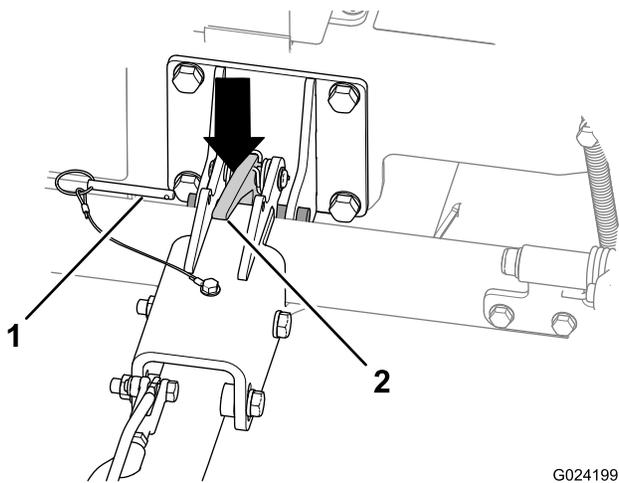

Figura 19
- A. Togliete il perno di bloccaggio (Figura 19).
- C. Premete il blocco dell'attacco per sbloccare l'attacco (Figura 19).